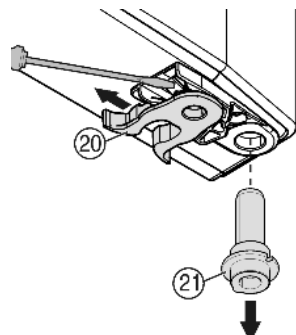

Fig. 10
- Spostare il morsetto a molla Fig. 10 (20): Premere verso il basso il dentino antisfilamento, estrarre il morsetto a molla tirando verso l'alto.
- Estrarre il perno di supporto Fig. 10 (21) dalla boccia porta e inserire con il disco nella parte opposta. Il dentino antisfilamento deve essere rivolto verso il lato interno della porta, la tacca verso il lato esterno.
- Orientare la porta in basso verso l'interno e inserire il perno di supporto Fig. 10 (21) nel blocco di supporto. Eventualmente ruotare il perno di supporto, in modo che possa innestarsi in posizione.